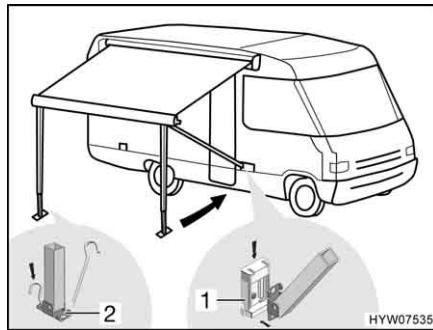

Fig. 29 Fissaggio dei montanti di supporto
- Incastrare i montanti di supporto nei supporti (Fig. 29,1) sul veicolo (se presenti), oppure fissarli sul terreno con dei puntelli (Fig. 29,2).